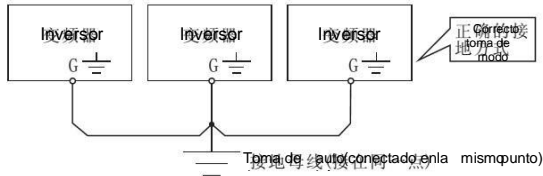

Figura 1-1
- Por razones de seguridad, los terminales de puesta a tierra de los inversores deben estar conectados a tierra de forma fiable. Para evitar la influencia de la interferencia de impedancia común de conexión a tierra, varios inversores deben conectarse a tierra mediante un punto de conexión a tierra, como se muestra en la Figura 1-1.